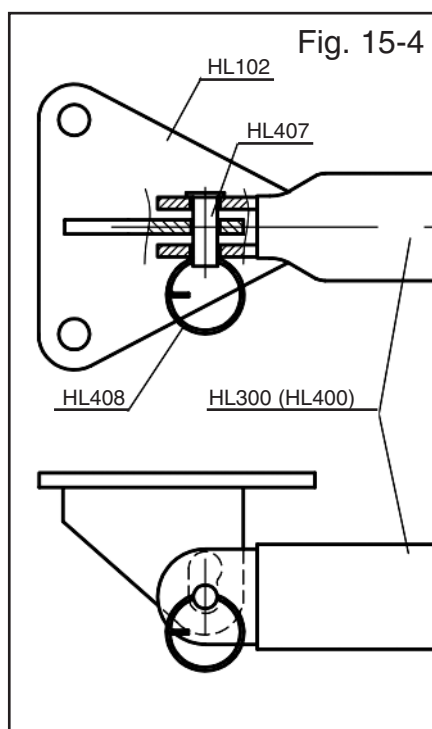

Fig. 15-4
- fig. 15-4 fissaggio alla piastra HL102